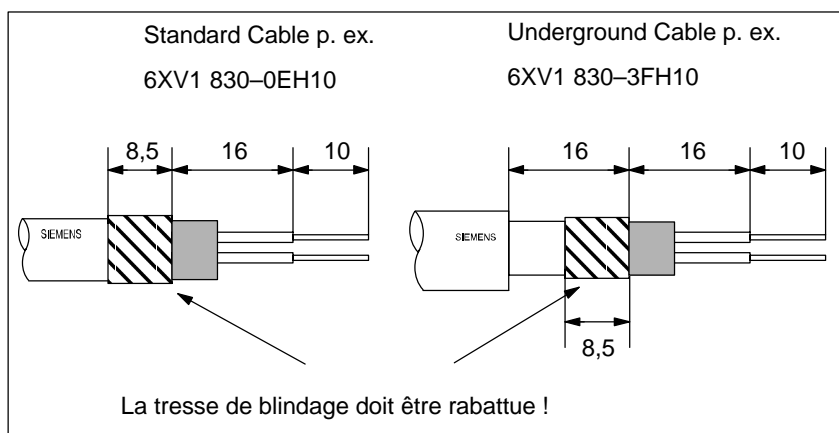

Figure 5-9 Longueur à dénuder pour la connexion du répéteur RS 485
2. Dénudez le câble PROFIBUS comme indiqué à la figure 5-9.